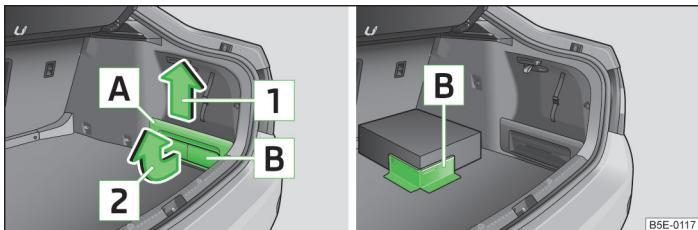

Fig. 92 Extraer el compartimento guardaobjetos y el elemento Cargo / ejemplo de fijación de una pieza de equipaje mediante el elemento Cargo
- Extraiga la cubierta del compartimento guardaobjetos **[A]** en el sentido de la flecha **[1]** » fig. 92.
- Extraiga el elemento Cargo **[B]** (una pieza de la cubierta del compartimento guardaobjetos) en el sentido de la flecha **[2]** » fig. 92.